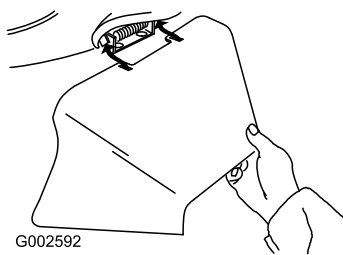

Figure 33
- Montez l'éjecteur latéral et rabattez le volet sur l'éjecteur (Figure 33).